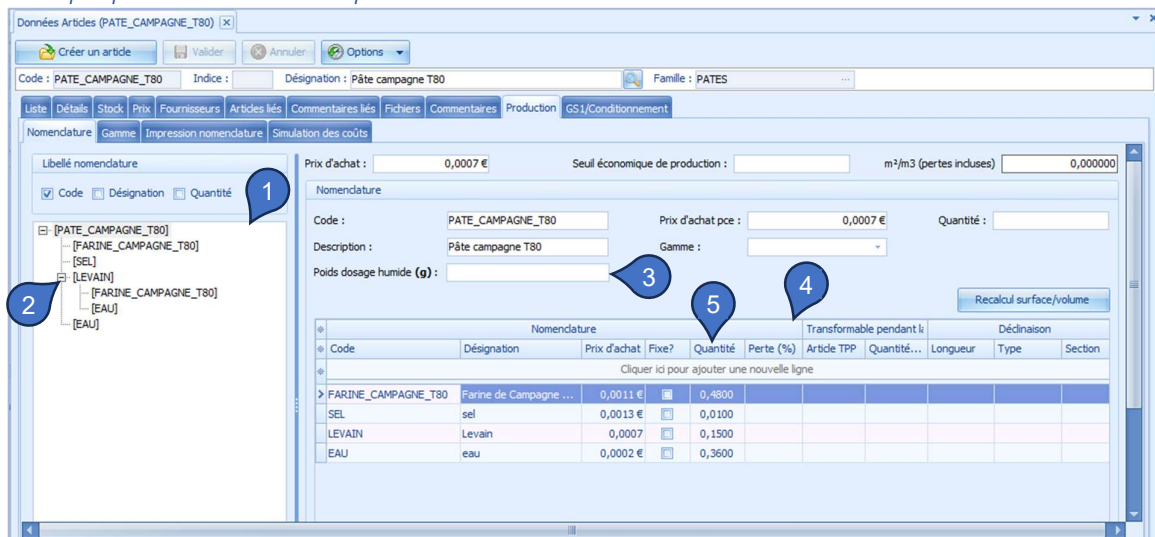

Figure 19 - Production, exemple de recette de pâte
- Pour l'exemple de la Figure 19 - p.16, un des articles composants est lui-même un article composé, il est possible de le déployer en cliquant sur la petite case (2).